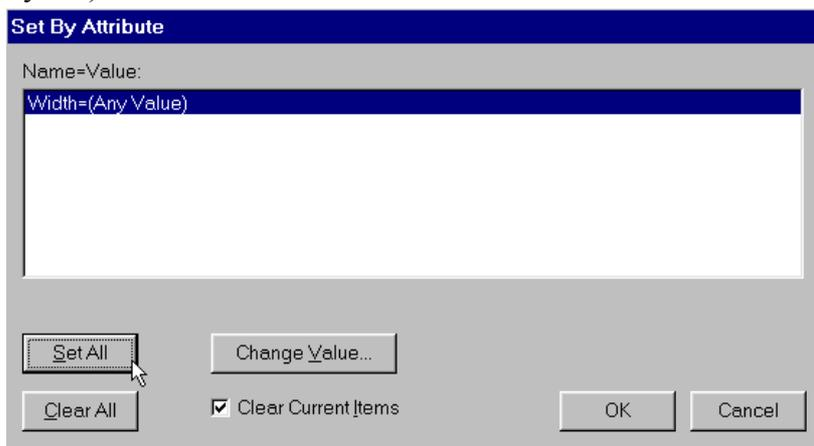

Рис. 10-8. Выбор цепей по атрибутам
6) На панели **Set By Attribute** (рис. 10-8) нажмите кнопку **Set All**, поскольку атрибут для цепей в данном проекте только один – **Width** (или щелкните левой кнопкой мыши по строке с названием атрибута для его выделения) и нажмите кнопку **OK** для закрытия этой панели.